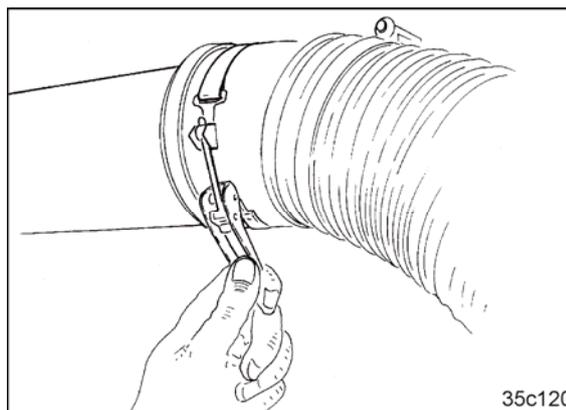

Fig. 35
12. Den flexiblen Schlauch auf das Stahlrohr stecken und mit Schnellverschlüssen (Fig. 35/1) sichern.